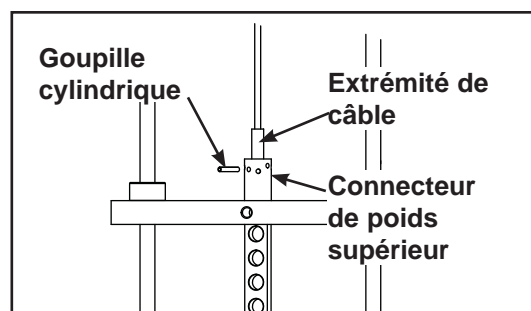

Figure 8
- 3. Réglage à goupille cylindrique** - Ce type de réglage utilise une goupille cylindrique et une série de trous ménagés dans le connecteur de poids supérieur de la pile de poids. Reportez-vous à la figure 8.